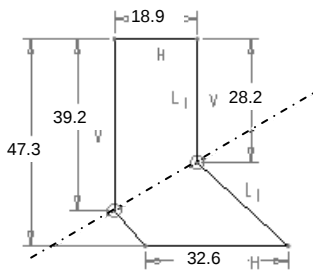
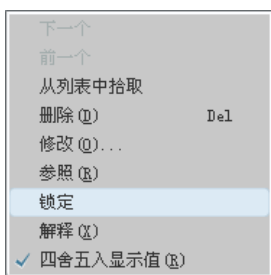
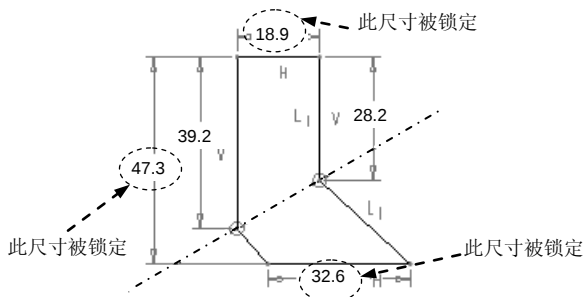

图 4.13.9 移动尺寸至合适的位置
图 4.13.10 快捷菜单
图 4.13.11 锁定有用的尺寸标注
Step2. 移动尺寸至合适的位置,如图 4.13.9 所示。
在图 4.13.9 所示的图形中,单击有用的尺寸,然后右击,在系统弹出的图 4.13.10 所示的快捷菜单中选择 **锁定** 命令。此时被锁定的尺寸将以橘黄色显示,结果如图 4.13.11 所示。